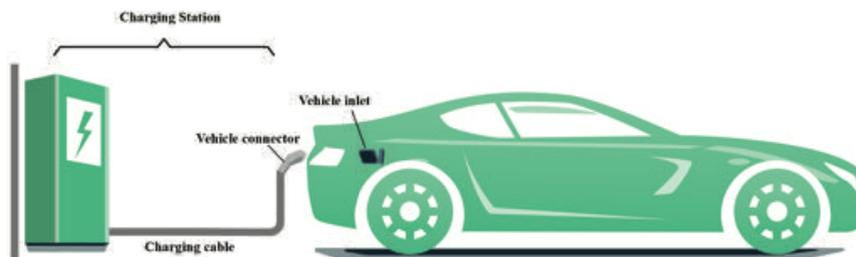

Fig. 3-1 Schema di connessione CASO C
- In ottemperanza all' IEC 61851-1:2019, I prodotti delle serie CK sono EVSE conformi alla connessione CASO C (come mostrato in Fig. 3-1).